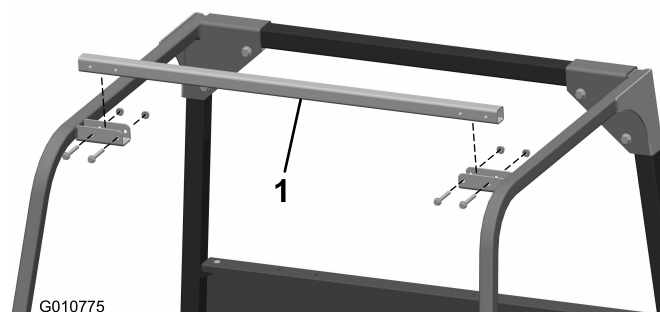

Figura 3
5. Staccate i due bulloni a testa flangiata, le due rondelle e i due dadi flangiati che fissano l'estremità destra della traversa al montate destro del ROPS (Figura 3).